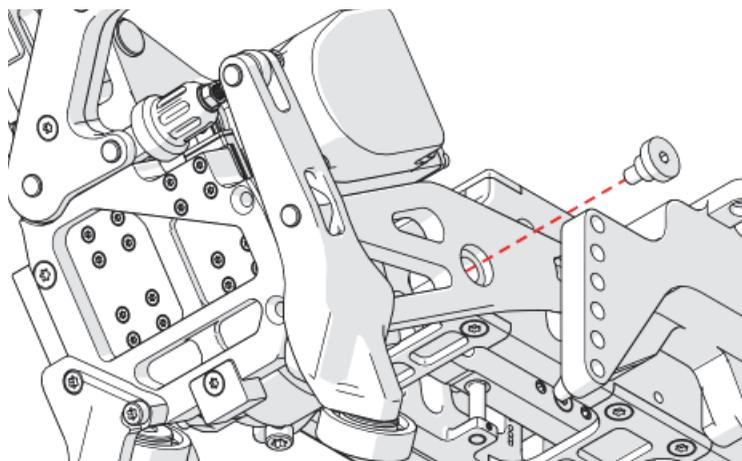

图2-9 卸下带肩螺栓
10. 使用4毫米六角工具，拆下电机托架臂上的带肩螺栓（参见第90页的图2-9）。
3. 使用4毫米六角螺丝刀, 拆下电机托架上的带肩螺栓 (参见第90页的图2-9)。